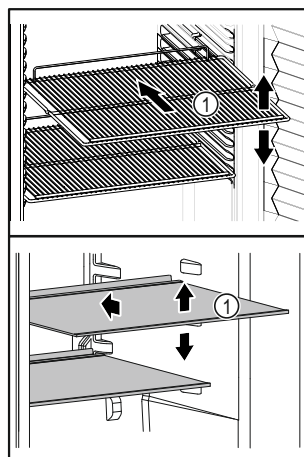

Fig. 8 Immagine a titolo di esempio
- ❑ Se i ripiani Fig. 8 (1) sono spostati, adattare i ripiani in base all'altezza.